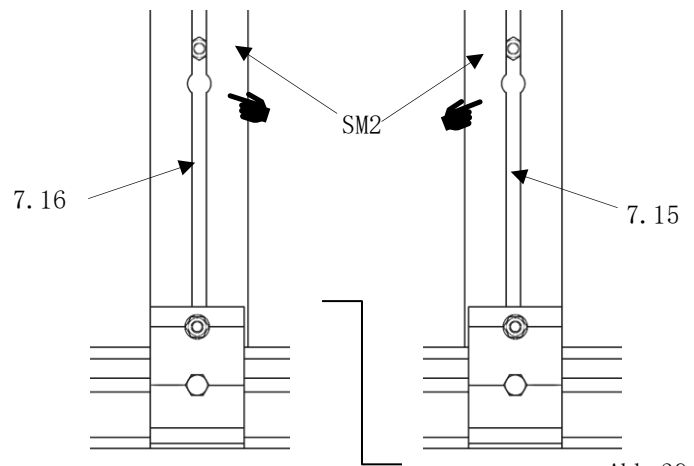

Abb. 39
- der Kopf der Sechskantschrauben (Pos. SM2) wird in die Montage-Bohrungen der beiden Rückwandsprossen (Pos. 7.15/7.16) eingeführt. (Abb.39)